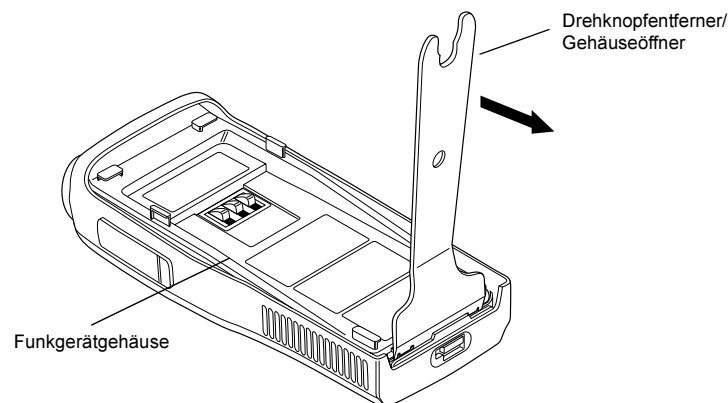

Abb. 2-3 Entfernen der Funkbaugruppe
5. Heben Sie den Baugruppenträger mit Hilfe des Drehknopfentferners/Gehäuseöffners aus der vorderen Gehäuseschale. Stecken Sie die breite Seite des Öffners in die Schlitz an der Unterseite des Funkgeräts (Abb. 2-3). Drücken Sie den Griff des Öffners nach unten. Dadurch wird die dünne innere Kunststoffwand gegen den Boden des Funkgeräts gedrückt und die zwei unteren Schnappverschlüsse des Baugruppenträgers werden freigegeben.